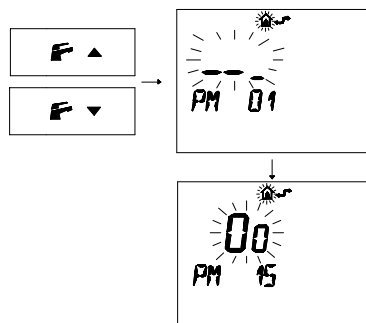

Figura 5.29
- Premere i pulsanti o per visualizzare la programmazione "PM15" abilitazione della sonda esterna (Figura 5.29)